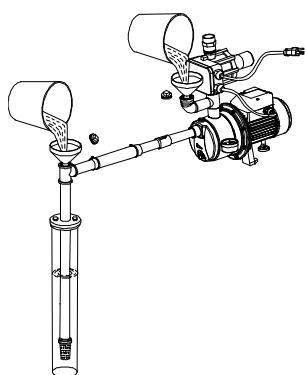

Figura 2
2. Prime la bomba. (Figura 2).
(Consulte la Figura 2).